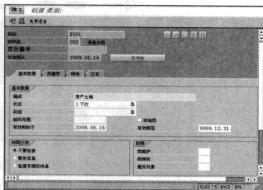

图 10-95 “创建类别:”界面
STEP 2 输入要创建的“类别”、“类种类”，单击“”按钮进入“创建类别:”界面，从中输入类别描述等信息，如图 10-95 所示。